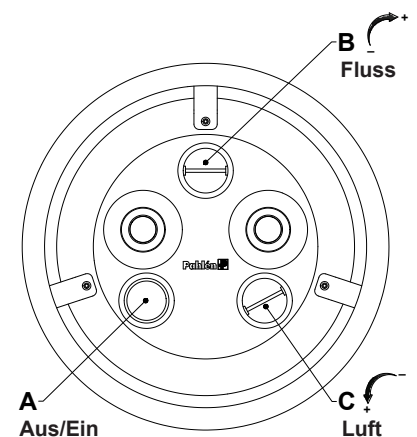

Abbildung 1.
- Überprüfen Sie, dass die Drehrichtung der Pumpe mit der des Systems übereinstimmt. Öffnen Sie die Ventile. Füllen Sie die Pumpe vollständig mit Wasser, bevor sie mit der Drucktaste A (Abb. 1) auf der Edelstahl-Front gestartet wird.
- Die Strömung kann mit dem Drehschalter B (Abb. 1) oberhalb der Ablauföffnungen reguliert werden. Luft kann den Wasserstrahlen mit dem Drehschalter C (Abb. 1) unter den Ablauföffnungen zugesetzt werden.
Die Jet Swim-Pumpe wird durch Luftimpulse über den Taster A auf der Edelstahl-Front gestartet und gestoppt, siehe Abbildung 1.
Der Wasserstrom kann mit dem Drehschalter B oberhalb der Ablauföffnungen gesteuert werden können, siehe Abbildung 1.
Luft kann den Wasserstrahlen zugesetzt werden und wird mit dem Drehschalter C unter den Ablauföffnungen reguliert, siehe Abbildung 1.